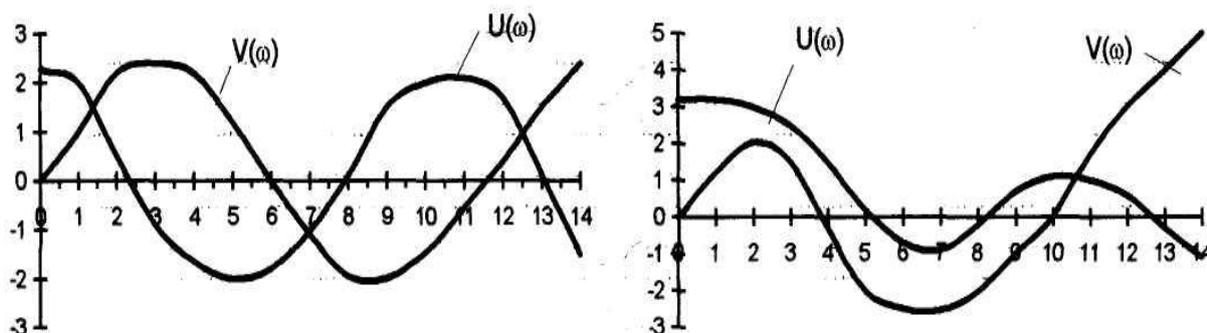

Рис.11
4. Определите устойчивость системы по представленным на рис. действительным  $U(\omega)$  и мнимым  $jV(\omega)$  характеристикам рис.11.